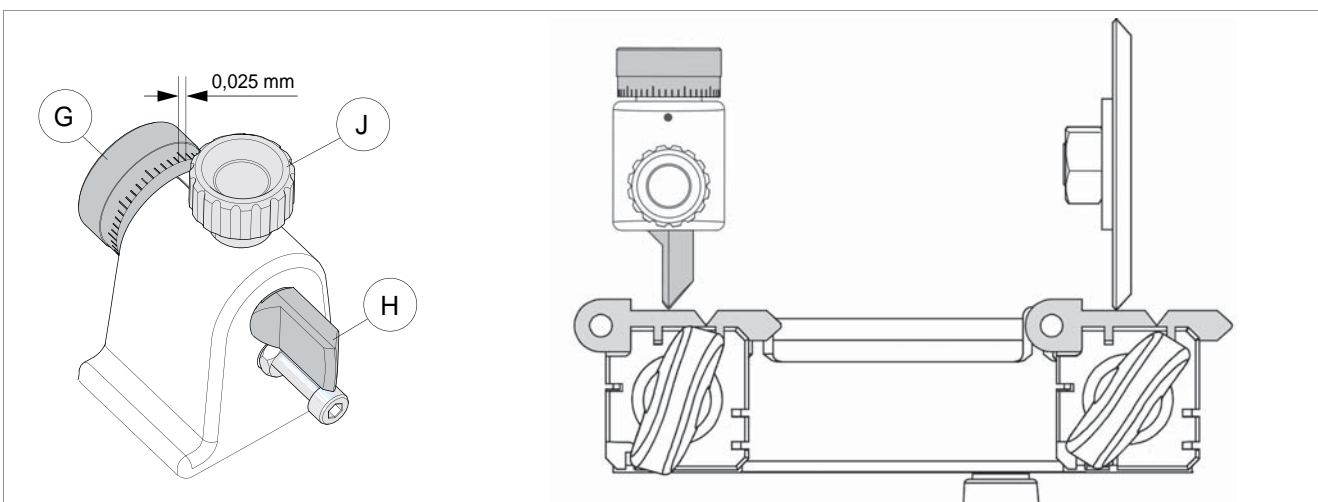
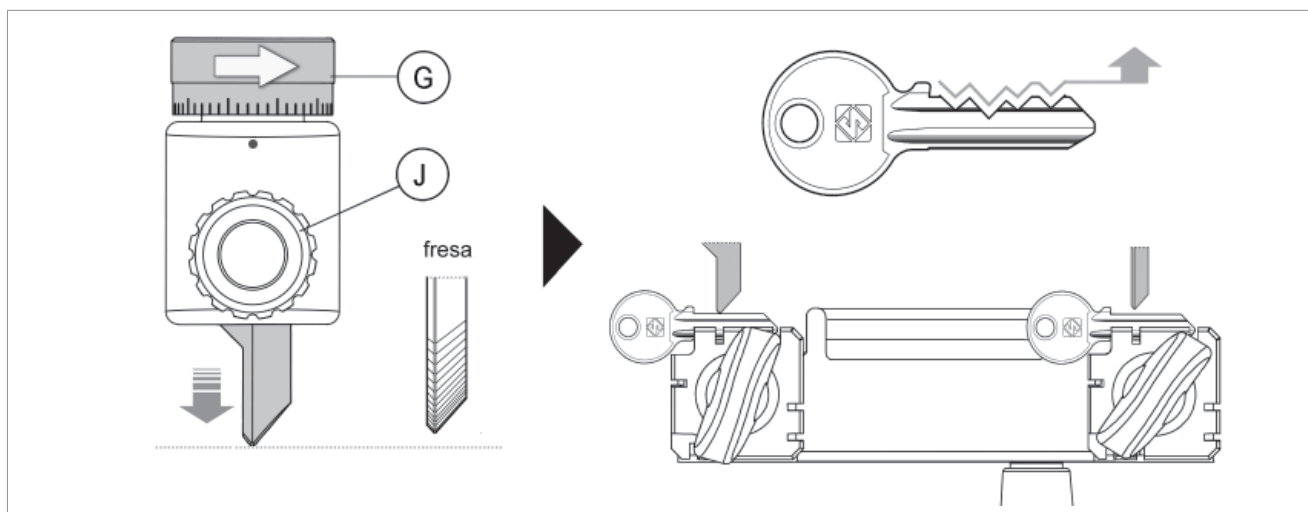

Fig. 17
Fig. 18
- 7) Ponga las llaves de ajuste en contacto con la fresa y el palpador (Fig. 17).
- a) aflojar el pomo (J) que bloquea el palpador.
- b) girar la virola (G) en sentido horario para adelantar el palpador (cizado menos profundo) (Fig. 18).
**NOTA: el desplazamiento de la virola centesimal es de 0,025 mm por muesca (Fig. 17).**
- 10) Repetir las mismas operaciones hasta perfeccionar la regulación, y cerrar el pomo (J) que sujeta el palpador.